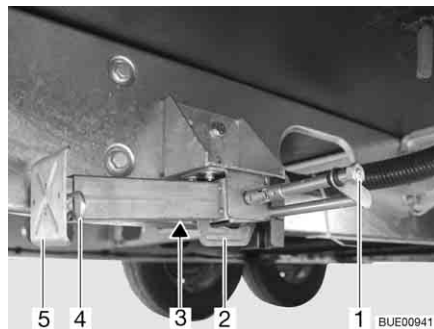

Fig. 31 Piedino di stazionamento
- Inserire la chiave a tubo nell'esagonale (Fig. 31,1) e ruotare fino a quando il piedino di stazionamento non si trova in posizione verticale verso il basso.
- Se la lunghezza del piedino di stazionamento è regolabile, sfilare la copiglia (Fig. 31,4) dal piede del prolungamento (Fig. 31,5).
- Inserire la chiave a tubo nell'esagonale (Fig. 31,1) e ruotare fino a quando il piedino di stazionamento non si stacca dal terreno.
- Spingere completamente all'interno il prolungamento dell'estremità del piedino (Fig. 31,5) e inserire la copiglia (Fig. 31,4) nel foro apposito.
- Girare sull'esagonale (Fig. 31,1), finché il piedino di stazionamento è orientato verso l'alto e la guida (Fig. 31,2) si trova proprio alla fine della scanalatura (Fig. 31,3).